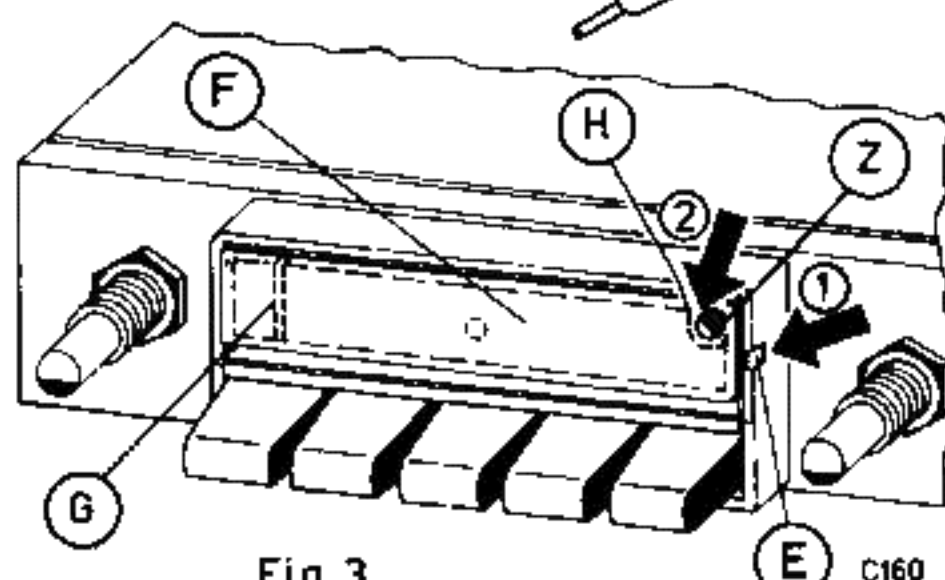

Fig. 3
4. Auswechseln der Skalenlampe (Fig. 3)
4. Dial lamp replacement (Fig. 3)